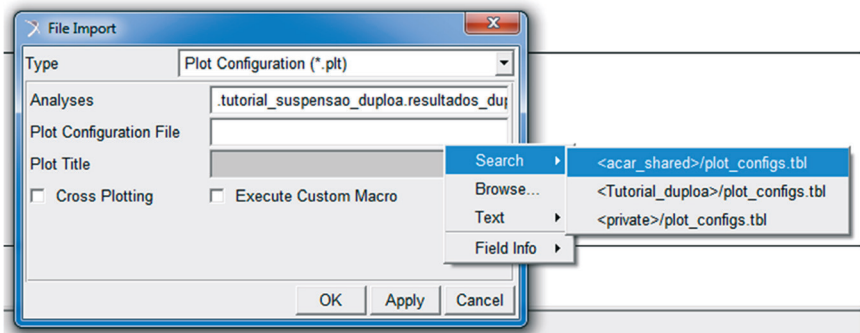

Figura 5.181 – Janela correspondente à importação de arquivos da biblioteca de configuração de gráficos do ADAMS/Car.
- O arquivo com a configuração desejada dos resultados deve ser selecionado no campo *Plot Configuration File*. Para isto, clique com o botão direito do mouse sobre esse campo, e selecione a opção mostrada na Figura 5.181.